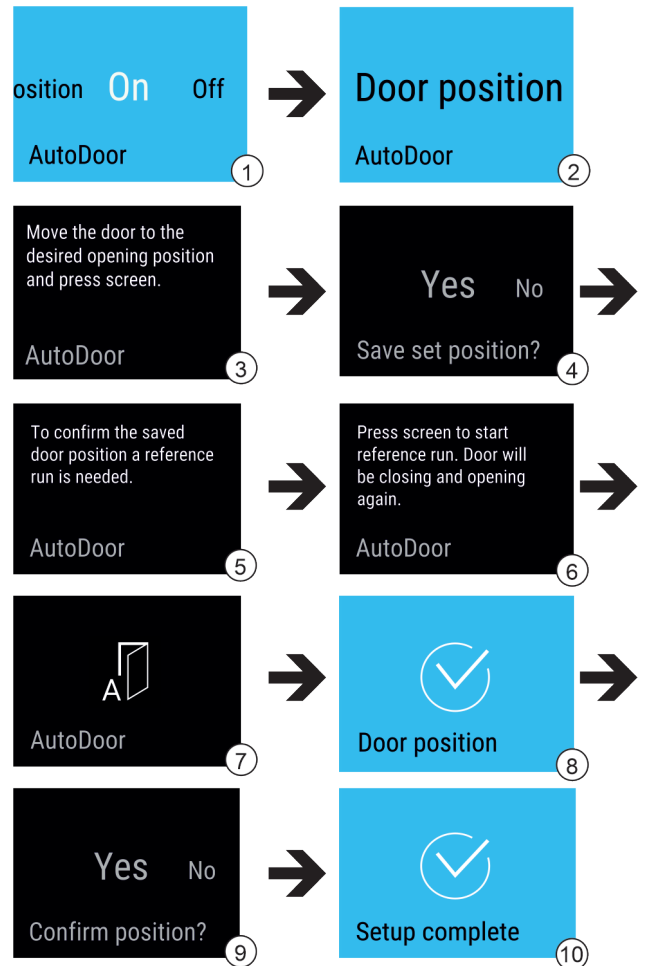

Fig. 14
- ▶ Functie AutoDoor selecteren. *Fig. 14 (1)*
- ▶ Weergave op het display vegen tot Door position verschijnt. *Fig. 14 (2)*
- ▶ Deuropeningshoek configureren: Deur minstens 70° openen. *Fig. 14 (3)*
- ▶ Deuropeningshoek bevestigen: Op displaymelding tikken. *Fig. 14 (4)*
- ▶ Referentiebeweging starten: Op display tikken. Fig. 14 (6)
- ▷ Display knippert. Fig. 14 (7)
- ▷ Referentiebeweging succesvol: Display wordt 2 seconden blauw. Fig. 14 (8)
- ▶ Deuropeningshoek bevestigen. Fig. 14 (9)
- ▷ Display wordt blauw. Fig. 14 (10)